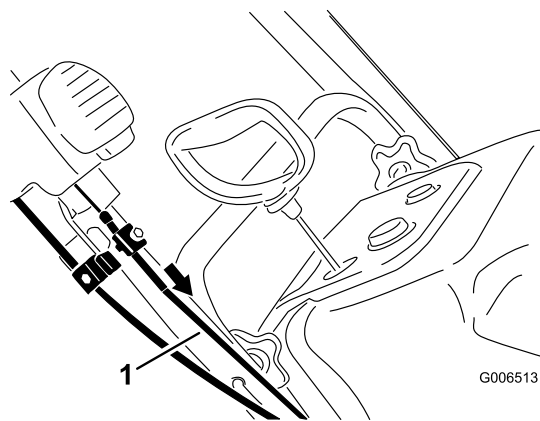

Figure 42
5. Tirez la gaine du câble supérieur vers l'avant pour supprimer le mou, puis serrez la vis du serre-câble solidement (Figure 42).